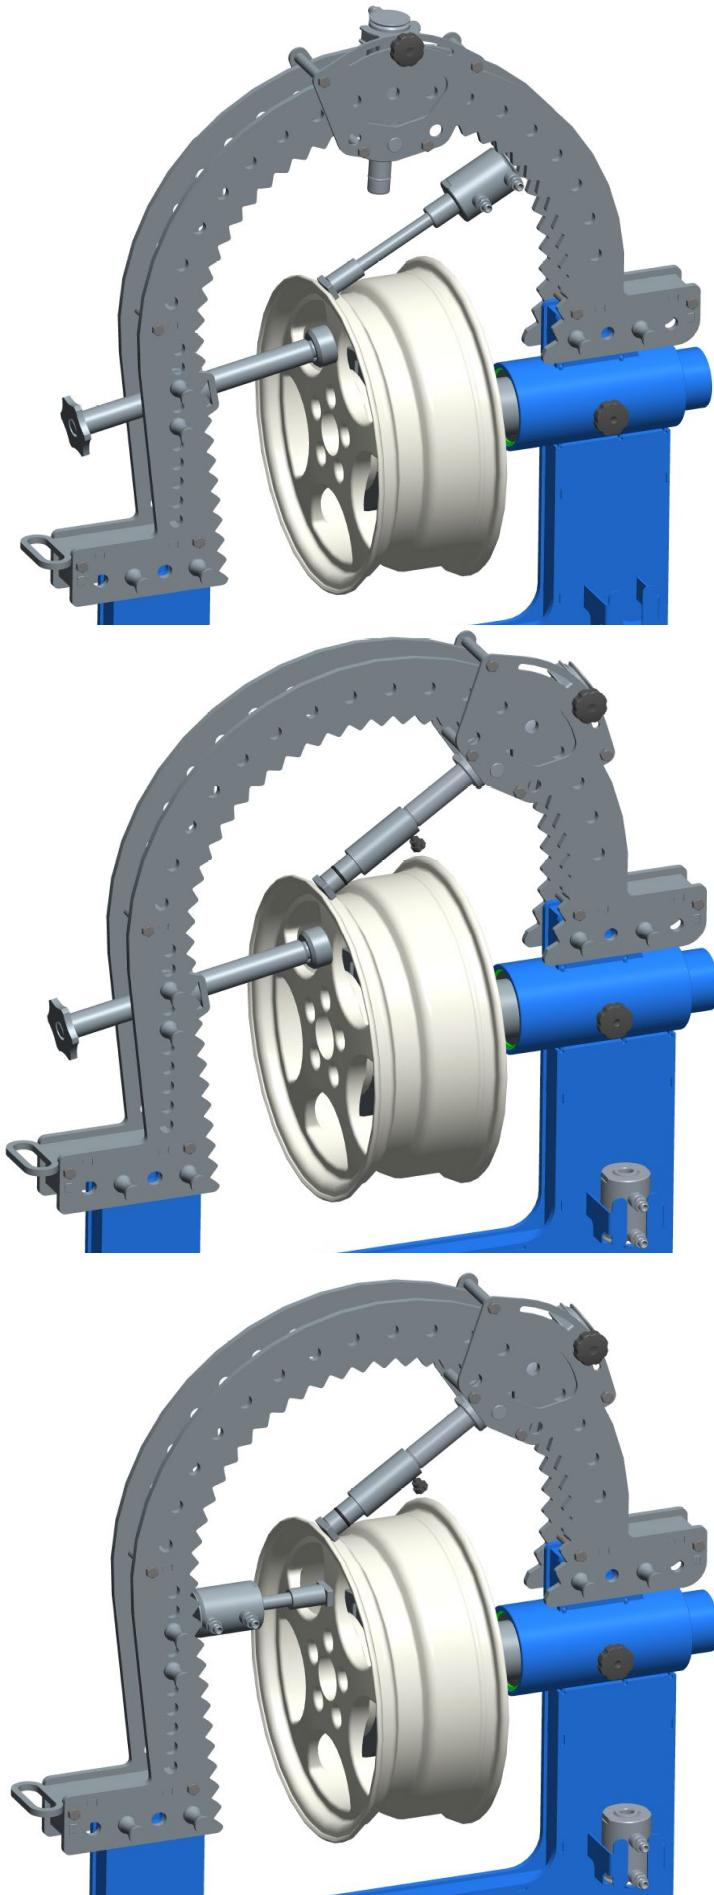

Рисунок 7.7 - Правка спицы диска
7.7 Для правки спицы колеса поджать упором деформированную спицу диска, и нажать на борт посадочной полки диска, насадкой вставленной через удлинитель в гидроцилиндр D60 или D50, либо поджать борт посадочной полки диска гидроцилиндром D50, и нажать на спицу гидроцилиндром D60 (рисунок 7.7).